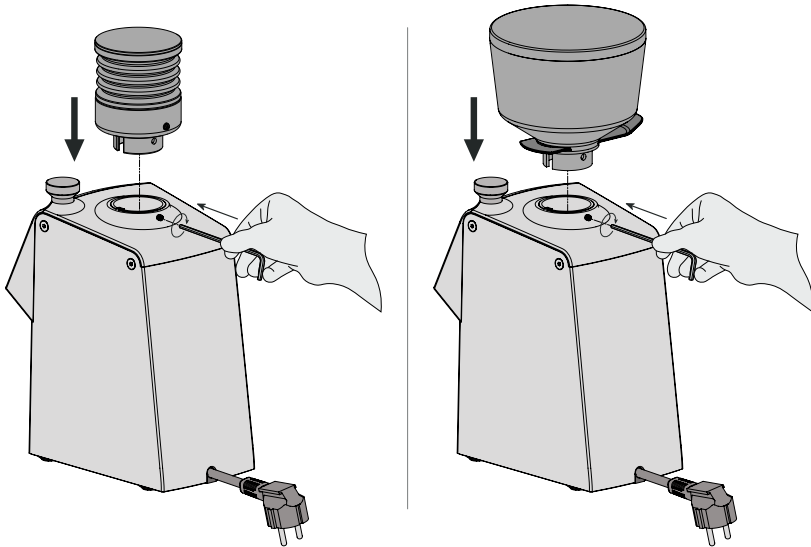

FIG.3
Retirar el tornillo ④ de fijación de la tolva, introducir la tolva haciendo coincidir los agujeros y volver a poner el tornillo. (FIG.3)